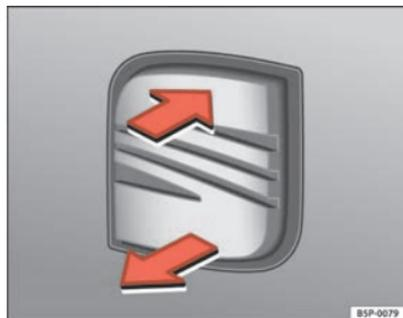

Abb. 43 Heckklappe:
- Ziehen Sie am Griff und heben Sie die Heckklappe an ⇒ Abb. 43. Die Heckklappe öffnet sich selbstständig.